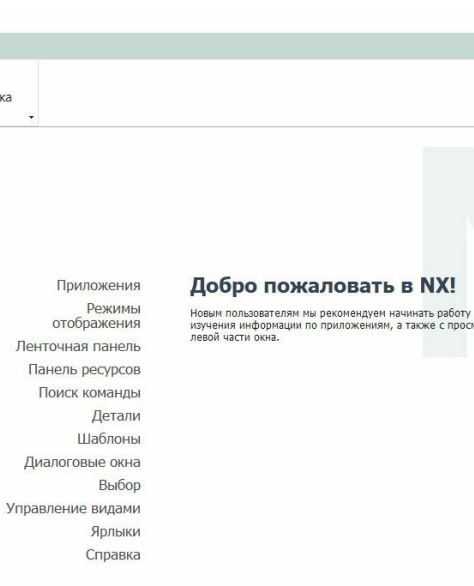

рис.5
- Первое изображение, которое вы увидите на экране своего монитора представлено на рис.5. В середине экрана, на светлом фоне вы увидите краткие комментарии по поводу различных терминов системы, её настроек, меню, и других возможностей (рис.5). Эти краткие комментарии обычно никто не читает.
- Кроме кратких комментариев, на рис.5, в левом верхнем углу экрана вы увидите первоначальный перечень падающих меню, и небольшой набор пиктограмм. Главными из них являются:
- Начнем с пиктограммы создания нового проекта. Соответствующая пиктограмма называется «Новый» (рис.5,6).